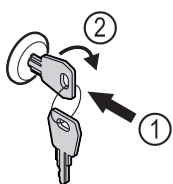

Fig. 123
- ▶ Вставьте ключ. Fig. 123 (1)
- ▶ Поверните ключ на 90° по часовой стрелке. Fig. 123 (2)